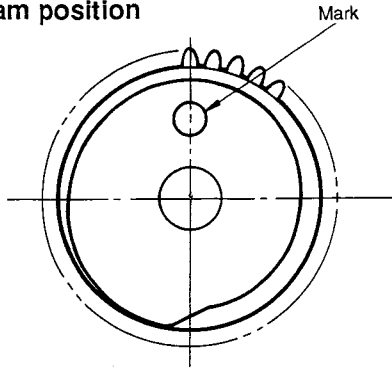

Fig. 7
- Note: Check and confirm that the marker position of the tilt cam (ref. page 73 No.40f) is between the 11 and 1 o'clock positions (ref. fig 7). If it is not in the designated position, apply a 3V DC voltage across the TIM1 and TIM2 connections (on the SERVO circuit board) until the tilt cam motor rotates the marker to the correct position.
- ① Place the test disc TX913530 (8cm) on the turntable and hold disc in place with depressor weight.
- ② Connect the oscilloscope probe to TP302 (EFM terminal) and TP301 (GND).
- 注: 73ページ分解図中の40fのチルトカムのマーカーの位置が11時から1時の間にあることを確認する。(Fig. 7) もしそうでない場合には、サーボシート内の調整用コネクタTIM1とTIM2に乾電池で作った1.5V~3Vの電圧を加えてチルトモーターを回転させ上記の位置に調整する。
- ① テストディスクTX913530 (8cm) をセットしてディスク装着用重りで固定する。
- ② オシロスコープのプロブをTP302 (TP2、EFM) とTP301 (TP1、GND) に接続する。